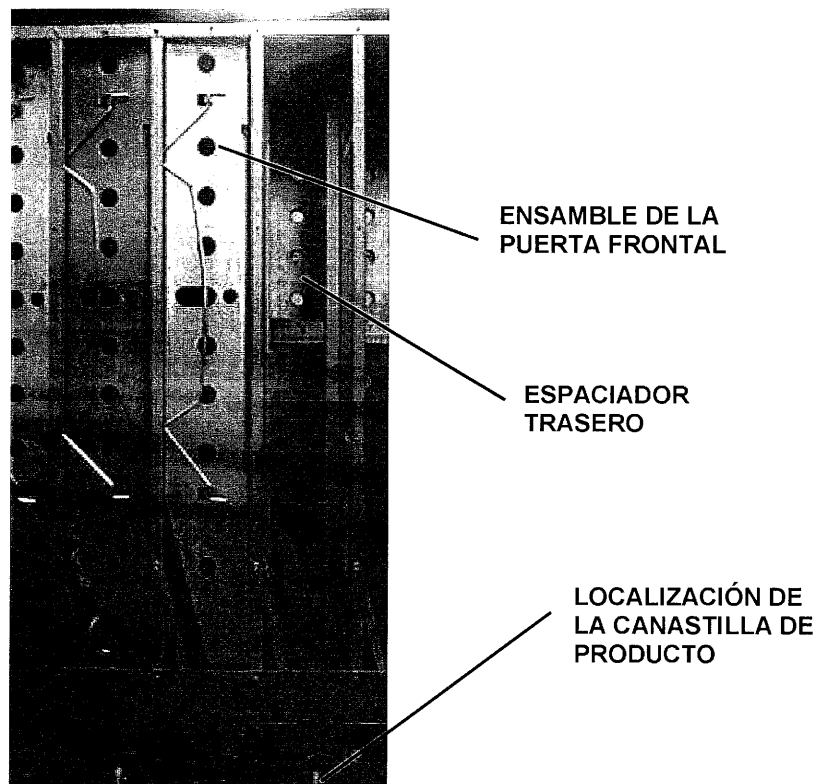

Figura 8. area de botellas / latas.
9. Instale el ensamble del espiral que se proporciona como parte del juego de conversión, asegurándose que el cople del motor se ganche adecuadamente con el motor y que esté unido de manera segura sobre el riel vertical (ver Figura 8) o costilla retén en la charola.
9. Instale los nuevos ensambles de los espirales que se proporcionan en el juego de conversión, asegurándose que los coples del motor queden adecuadamente con el motor y que queden asegurados sobre el riel vertical (ver Figura 8) o costilla retén en la charola.